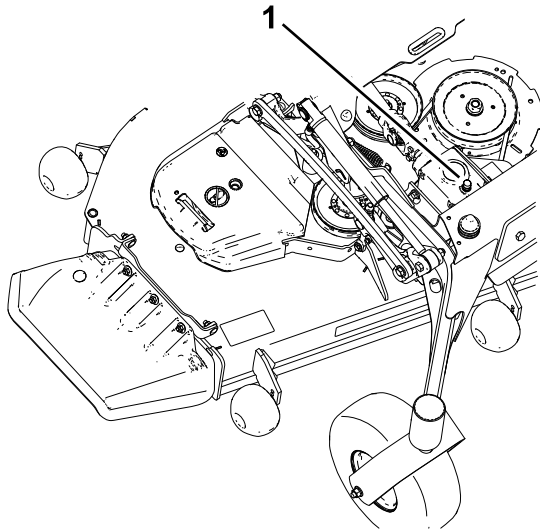

Figure 54
5. Retirez le bouchon de remplissage-jauge au sommet du boîtier d'engrenages et vérifiez que le niveau de lubrifiant se situe entre les repères sur la jauge (Figure 54).